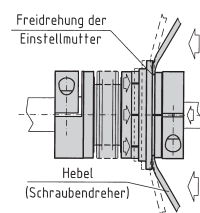

Bild 3b
Die alpha-Sicherheitskupplung kann an 6 Punkten innerhalb einer Umdrehung mit geringer Eindrückkraft E (Tabelle 2) wieder eingerastet werden. Die Markierungen der Einrastposition (13) auf der alpha-Sicherheitskupplung müssen übereinander stehen. Ab Serie 60 kann das Einrasten auch mit 2x Hebeln, die an einer Eindrechung der Einstellmutter abgestützt werden, erfolgen. Als Hebel können auch 2x Schraubendreher verwendet werden (Bild 3b).